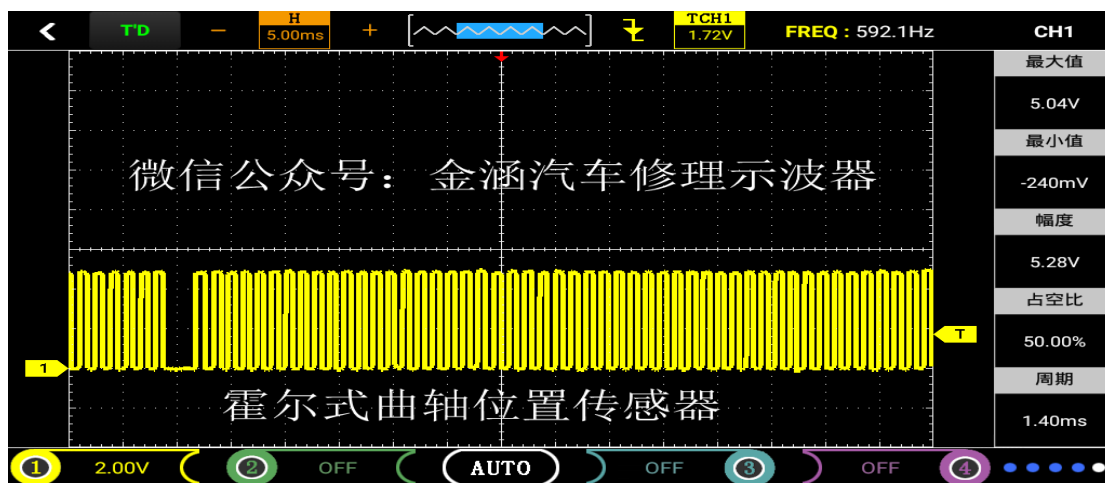

图11
- ③将探头接到示波器CH1且探头调置1X档，然后接地夹接到信号地或搭铁。
- ④由于示波器“磁电式”和“霍尔式”功能已默认好设置（探头档1X，时基档10.0ms），只需将探头接到对应的信号即可直观的显示波形，如图11。
- ⑤点击“CH1”，可以查看各项数值配置（配置已默认）。
- ⑥显示的波形可以自行通过调节时基、垂直伏/格和触发方式实现自己的需求（时基、垂直伏/格和其他的具体操作方法请参考通用示波器操作。